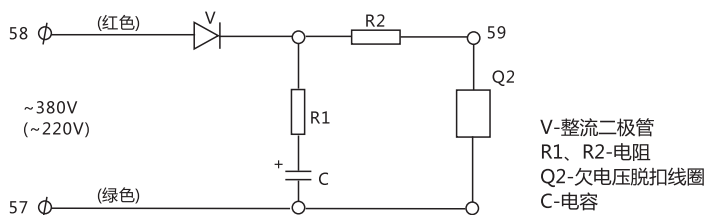

图9 欠电压延时脱扣器原理图
6.4.2 欠电压延时脱扣器 它采用阻容放电原理(见图9)，由电阻、电容、硅二极管组成半波整流，当网络电压为正常值时(85%-110%) U_e ，经过整流后电源一方面对电容C充电，另一方面给欠电压线圈正常吸合电压，当电源电压为70% U_e -35% U_e 时，电容C对线圈放电，使欠电压线圈在给定的时间内吸合，以保证欠电压脱扣器延时将断路器断开。这种欠电压延时脱扣器为不可调试。